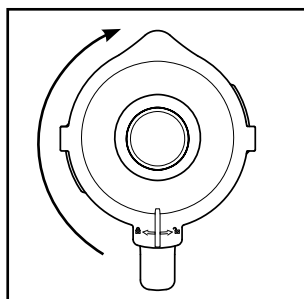

Fig. 2
- 4) Volte a colocar a tampa ❷ desalinhada no copo misturador ❸ e pressione-a firmemente. Feche a tampa ❷, rodando-a no sentido dos ponteiros do relógio, para a posição , até ela encaixar de forma audível (ver fig. 2). Verifique se o bico de esvaziamento no copo misturador ❸ está fechado. O motor só pode arrancar quando a tampa ❷ estiver corretamente alinhada.